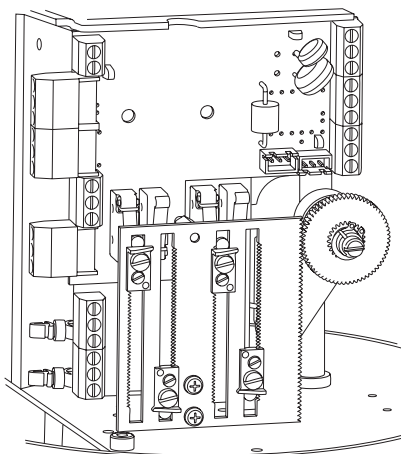

Рис. 22
- Установите на место пластину отключателей датчиков положения (рис. 22).